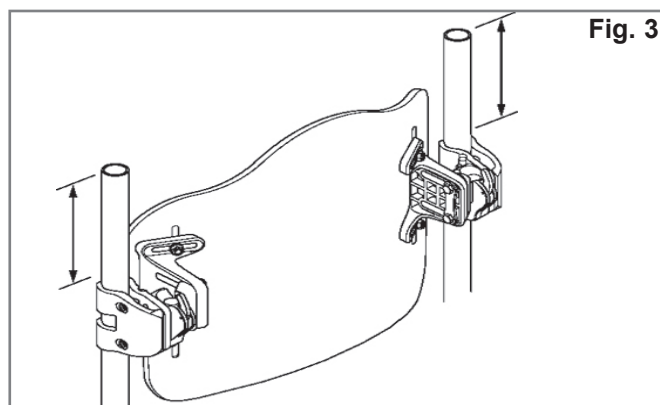
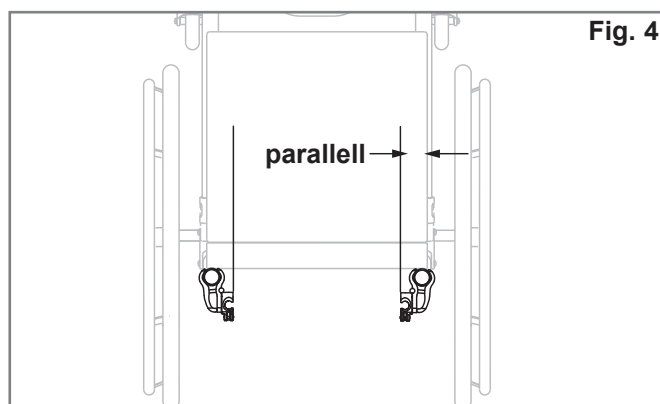

Fig. 3
Fig. 4
### Instruktioner för montering av fästena (Fig. 3, 4, 5)
2. Fastställ önskad placering för fästena på stolens ryggrör. Monteringsfästena bör vara på ungefär samma höjd på vardera ryggrör (Fig. 3) och parallellt i förhållande till sitsramen, (Fig. 4). Högre placering på ryggrören är generellt bättre.